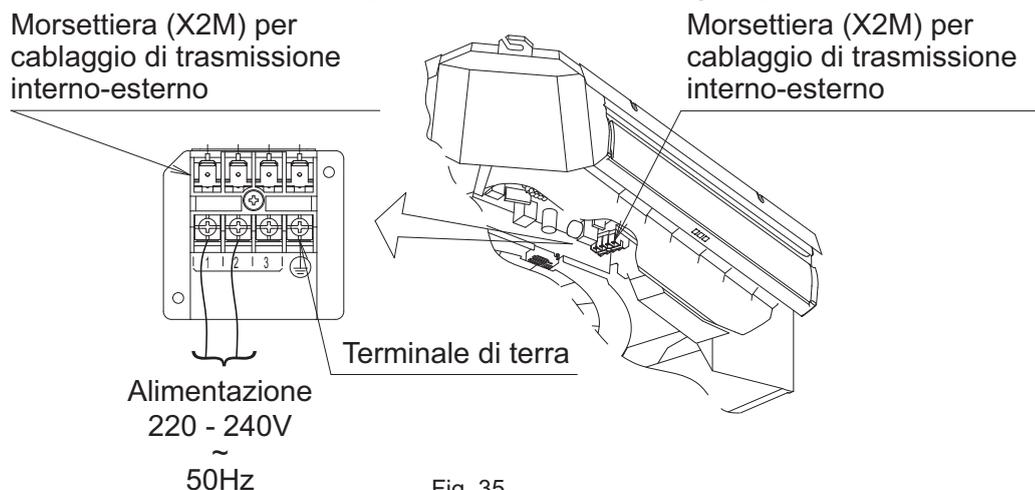

Fig. 35
- 1. Aprire il coperchio della scatola di controllo e collegare l'alimentazione monofase al terminale (1, 2) sulla morsettiera (X2M) per il cablaggio della trasmissione interno-esterna e il cablaggio di messa a terra al terminale di terra. **(Fare riferimento alla Fig. 35)**